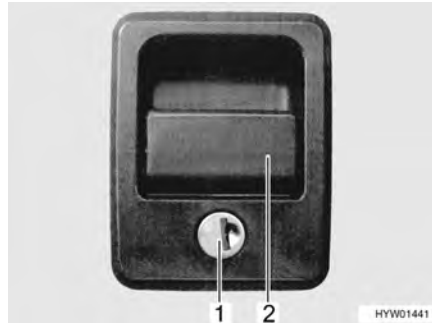

Fig. 30 Serrure du portillon avec poignée
- Insérer la clé dans le barillet (Fig. 30,1) et la tourner d'un quart de tour. La serrure du portillon est déverrouillée.
- Tirer sur la poignée de la serrure (Fig. 30,2). Le portillon extérieur est ouvert.